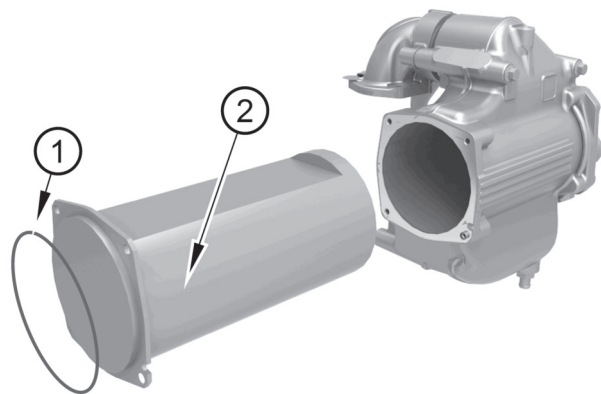

Figura 27
1. Rimuovere l'O-ring (figura 27 voce 1) e il fascio di tubi (voce 2).